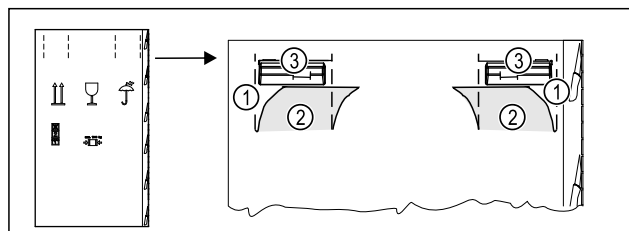

Fig. 6
- ▶ Introduire le carton d'emballage en haut au niveau de la perforation *Fig. 6 (1)*.
- ▶ Retirer les languettes enfoncées *Fig. 6 (2)*.
- ▶ La poignée de transport *Fig. 6 (3)* à droite et à gauche est visible.
- ▶ Tenir l'appareil au niveau des poignées de transport *Fig. 6 (3)*.